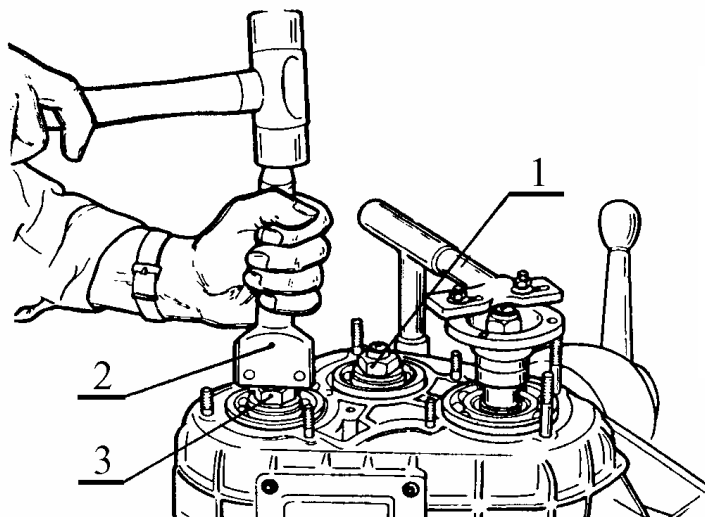

Рис.47. Стопорение гаек крепления подшипников:
5.21 Застопорить гайки 1 и 3, рис.47, крепления задних подшипников ведущего и промежуточного валов (приспособление 67.7820-9520 и молоток).